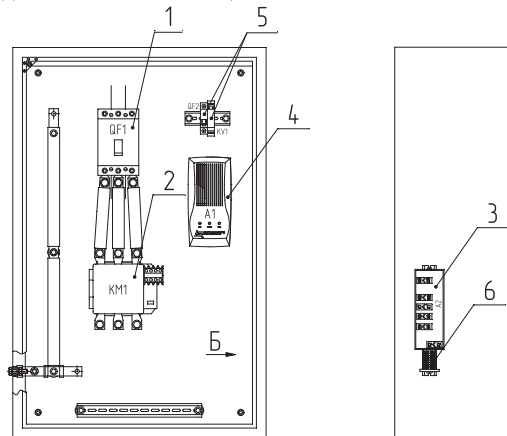

Рисунок 1
4.1 ШУН конструктивно выполнен в прямоугольном металлическом корпусе (см. рисунок 1), внутри которого размещены: